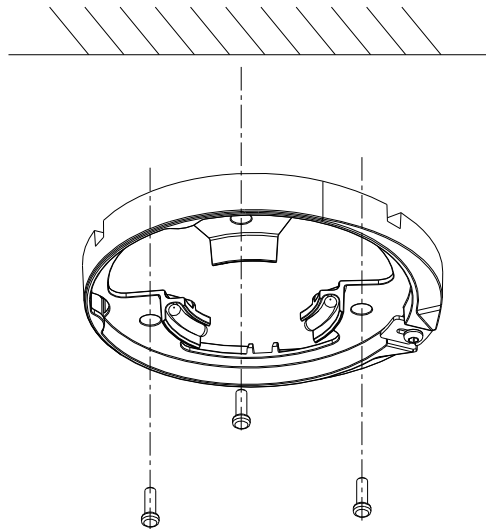

Рис.2.1.2. Установка монтажного основания видеокамеры LTV-CDH-B900L-V
5. Установите монтажное основание на поверхность и надежно зафиксируйте саморезами, как показано на рис.2.1.2.